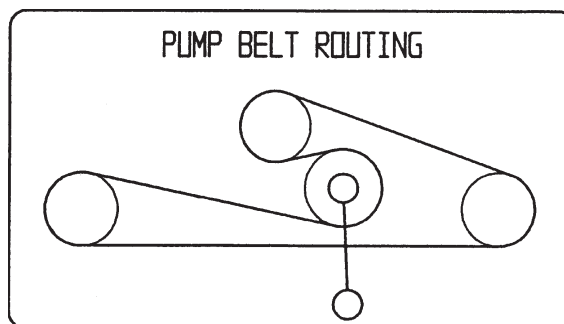

Figure 61
1. Abaissez la poulie de tension rappelée par ressort et enlevez la courroie des poulies du moteur et de la pompe hydraulique (Fig. 61). Retirez la courroie entre les poulies.
2. Installez la courroie neuve sur les poulies du moteur et de la pompe hydraulique (Fig. 61).
3. Abaissez la poulie de tension rappelée par ressort et alignez-la sous la courroie de transmission, puis relâchez-la (Fig. 61).